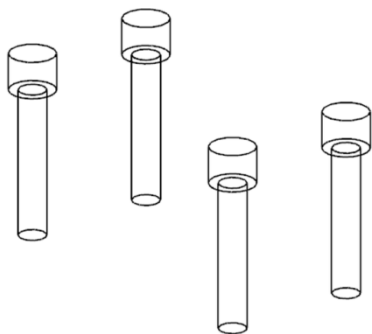
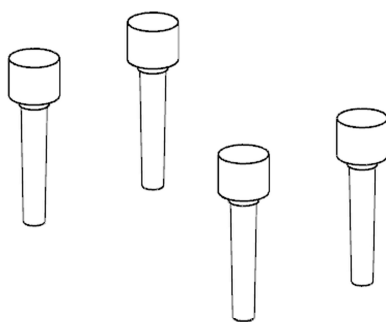

图 11-17 对 8 个圆柱两两求和
图 11-18 求交后的圆柱
(33) 选取“菜单|插入|组合|合并”命令，对 8 个圆柱两两求和，如图 11-17 所示。
(34) 选取“菜单|格式|图层设置”命令，勾选“☒1”，显示第 1 层的实体。
(35) 选取“菜单|插入|组合|求交”命令，选取其中一个圆柱体为目标体，工件为刀具体，在【求差】对话框中勾选“☒保存工具”复选框，创建求交特征。
(36) 选取“菜单|格式|图层设置”命令，取消“□1”前面的“√”，隐藏第 1 层的实体，只显示第 2 层的圆柱，如图 11-18 所示。
(37) 采用相同的方法，创建其他 3 个圆柱的求交特征，如图 11-18 所示。